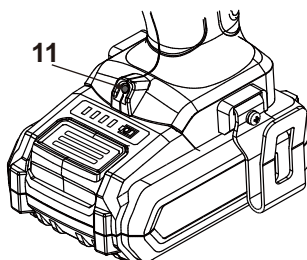

Fig. 16
A luz de trabalho (11) acender-se-á automaticamente pressionando o interruptor de ligar/desligar (7) (Fig. 16).